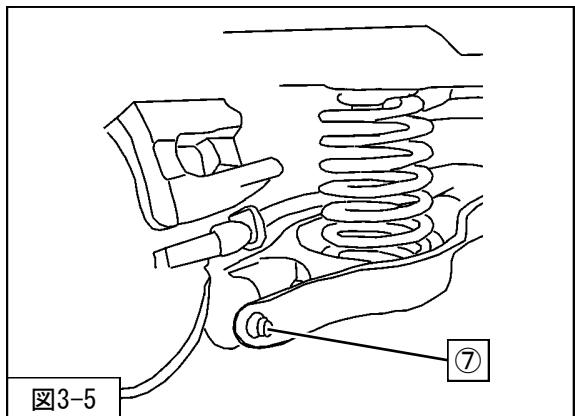

図3-5
を取り外してください。 (図3-5)
8. スプリングを車両から取外してください。 (図3-5)